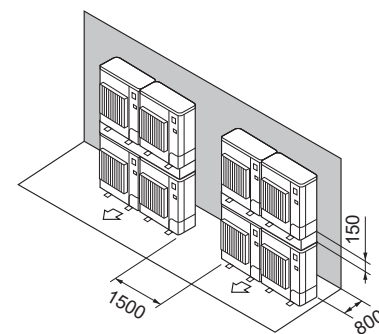

Fig. 2-19
- (7) Plassering av stablede enheter (Fig. 2-19)